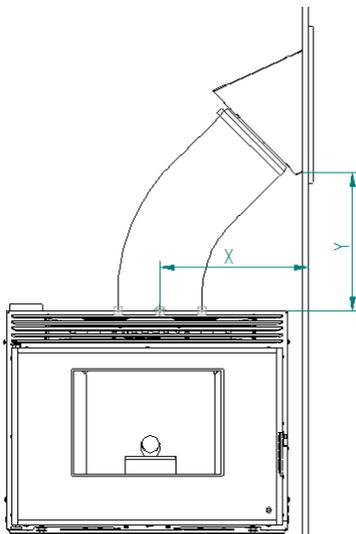

Figura 13 – Instalação equipamento
- A localização da boca de carga tem que manter uma relação, em que X é sempre menor do que $Y = X \times 0,7$. (Ver Figura 13). Desta forma podemos garantir que a inclinação é suficiente para que o pellets não fiquem presos no tubo que liga a boca de carga, com a parte superior do chassi do inserível. A boca de carga pode ser instalada em qualquer uma das paredes que formam o saco onde se instala o equipamento, tanto à direita ou à esquerda, como na parte frontal ou traseira, se a distribuição da habitação da casa o permite. É sempre necessário respeitar as distâncias mínimas $X = 390$ milímetros, $Y = 275$ mm Exemplo: $X = 450$ mm $Y = 450 \times 0,7 = 315$ mm (mínimo).